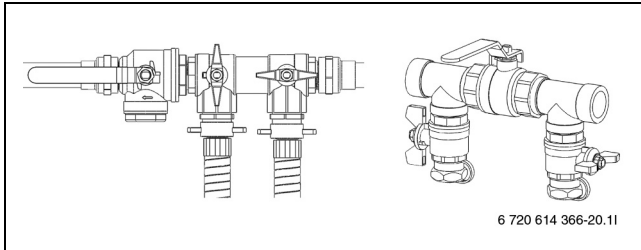

Bild 24 Befülleinrichtungen in Druckerhöhungposition
- Nach erfolgter Entlüftung Kreis unter Druck setzen. Ventile der Befülleinrichtung auf Druckerhöhungposition stellen und Kreis mit 2,5 bis 3 bar unter Druck setzen(→ Bild 24).